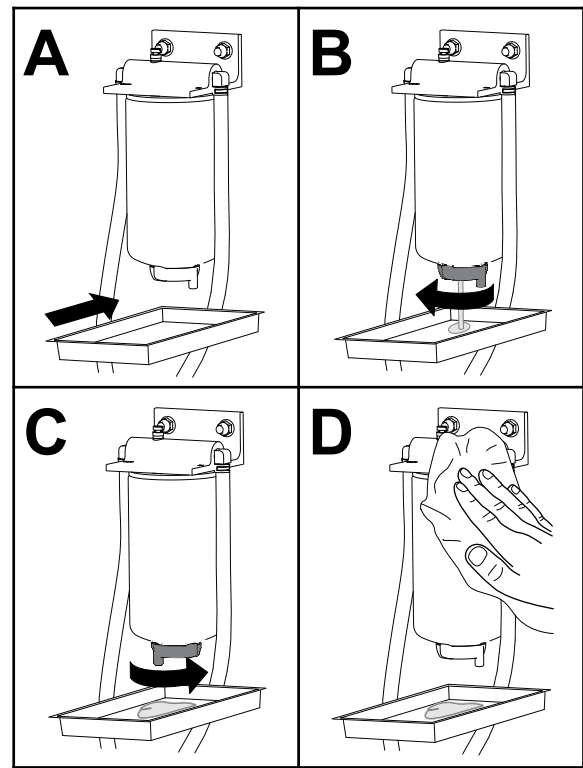

Bild 99
1. Lassen Sie das Wasser aus dem Kraftstofffilter bzw. Wasserabscheider ab, wie in Bild 99 dargestellt.